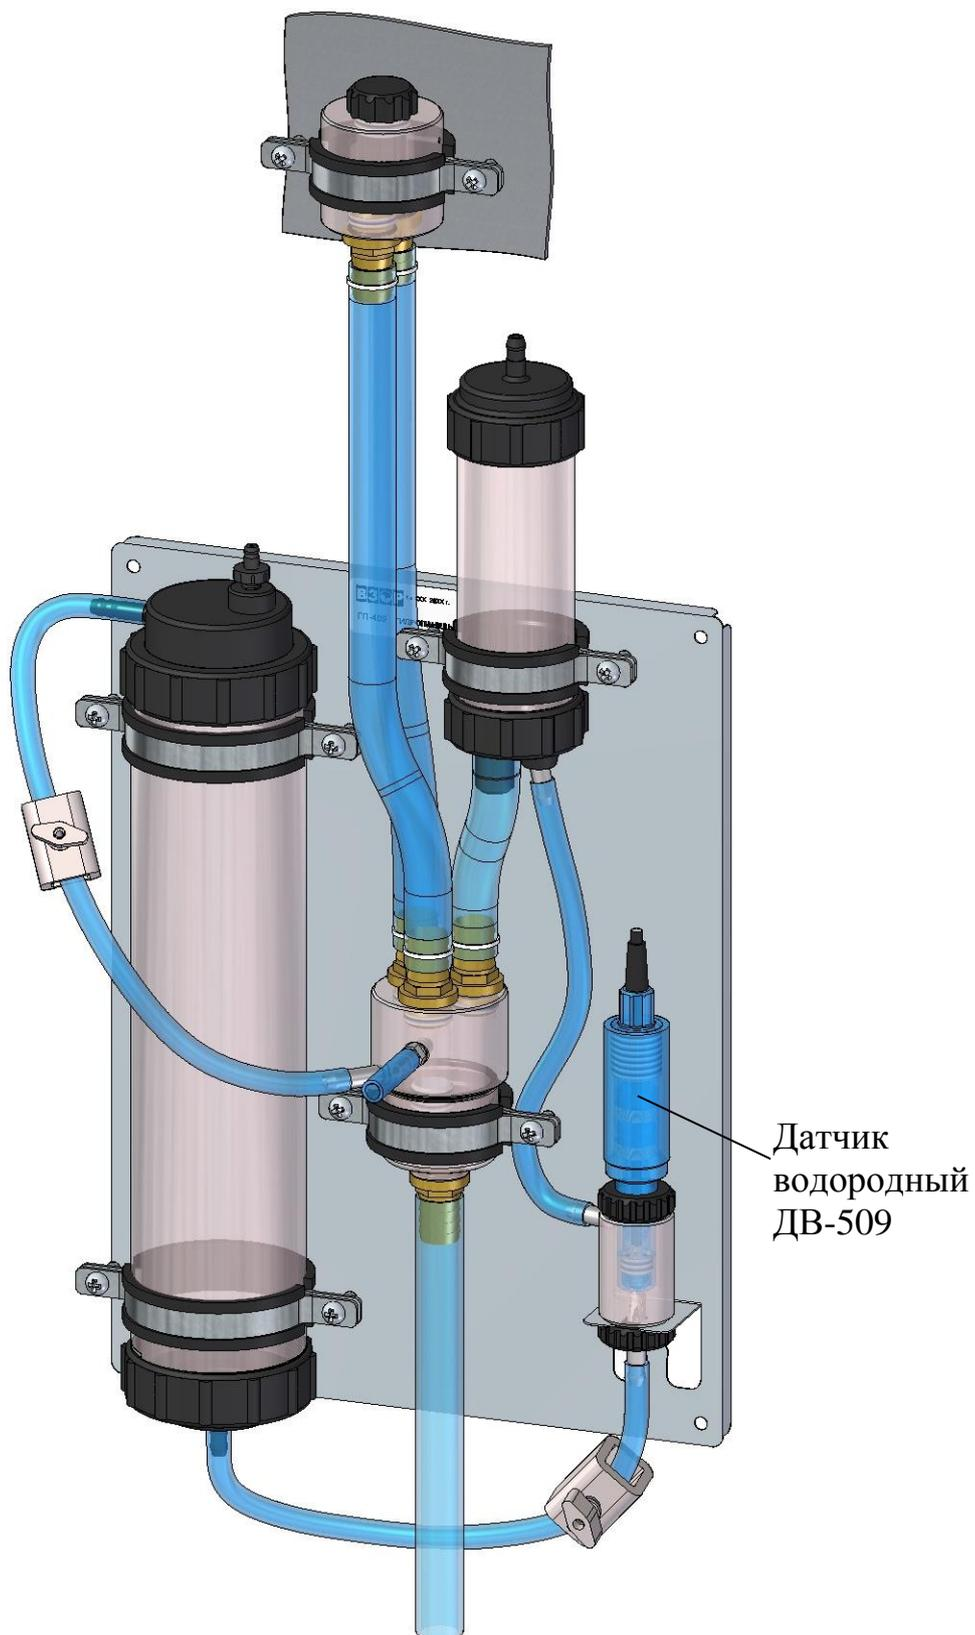

Рисунок 2.10 – Гидропанель ГП-409 с установленным датчиком водородным ДВ-509
– от 0,08 до 5,00 дм³/мин датчик установить в соответствии с руководством по эксплуатации на гидропанель ГП-409 ВР37.04.100РЭ (рисунок 2.10) либо на гидропанель ГП-409С ВР37.62.000РЭ.